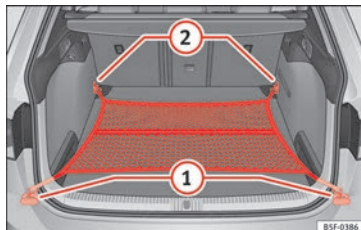

Bild 177 I bagageutrymmet: Nätpåse fastskrad på golvnivå (modell LEON ST).
- Lyft de främre fästöglorna » **bild 177** ❷.
- Säkra nätkrokarna i fästöglorna ❷ » **⚠**.
- Säkra nätkrokarna i fästöglorna ❶.